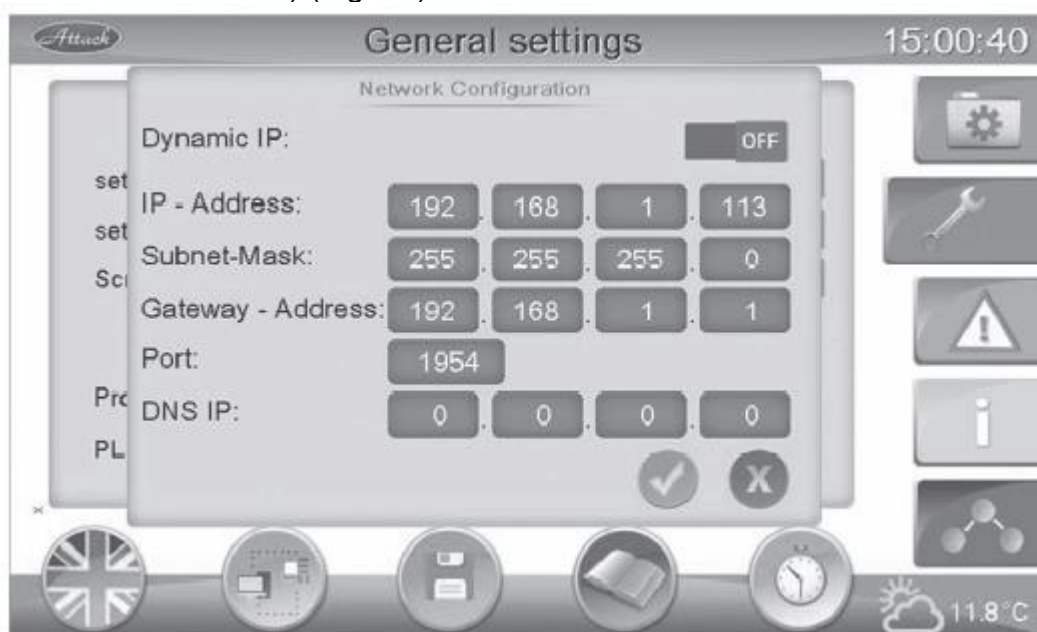

Fig. 43 Setarea IP-ului pentru comunicare prin LAN sau Internet
4. Noi setam parametrii corecti ai conexiunii de internet prin butonul de alocare dinamica a IP-ului unde routerul Dvs. atribuie adresa IP cazanului (daca aveti o adresa statica IP introduceti-o manual) (Fig. 43)